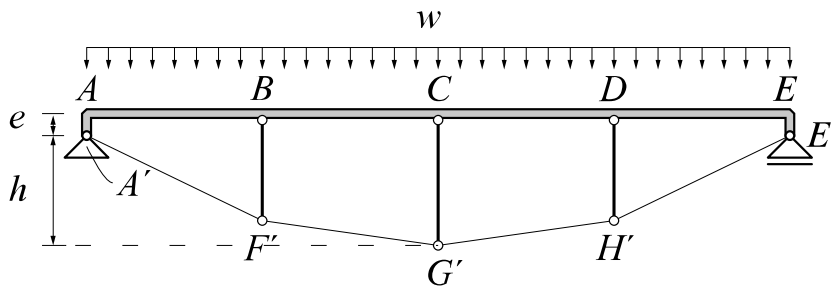

図 2
- (1) この構造は静定構造か不静定構造か答え、不静定構造の場合はその不静定次数を答えよ。根拠も述べること。
- (2) 梁 AE に単位長さあたり w の均等鉛直荷重がかかり、束 BF, CG, DH の圧縮力がいずれも $\frac{1}{4}w\ell$ となったとする。
- (d) 図 2 のように A と E でのケーブル材と梁の取り付け位置を図心から鉛直下側に e だけ偏心させ（それぞれ A' および E' へ移動し）、それに応じて F, G, H も e だけ下方に移動した（それぞれ F', G', H' へ移動した）。最大曲げモーメントが最小となる e を求めよ。ただしこの場合においても束の圧縮力はいずれも $\frac{1}{4}w\ell$ を保持するものとする。